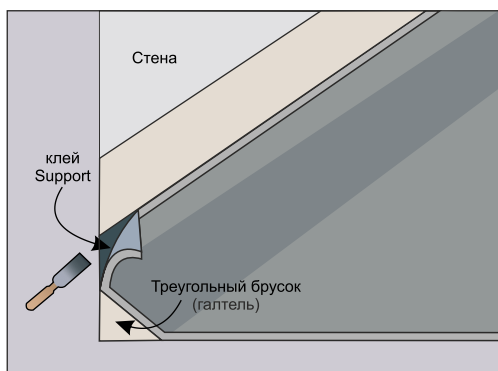

Рис. 12
- В местах подъема подкладочный ковер укладывается по крайней мере на 50 мм выше поверхности крыши и, если необходимо, обратная часть ковра фиксируется гвоздями и приклеивается к нижнему слою (рис.12, 13).